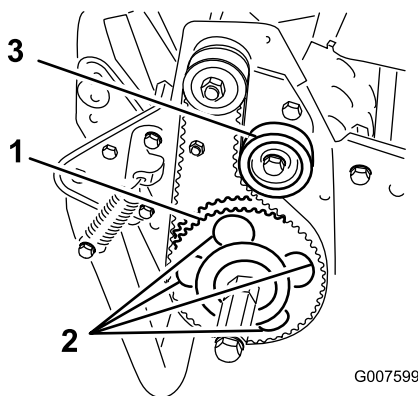

図 45
7. 受動プーリを回して、4つの穴にローラベアリングフランジネジを整列させる 図 45。
11. ベルトの張りを調整し、アイドラプーリネジを締める 図 45。